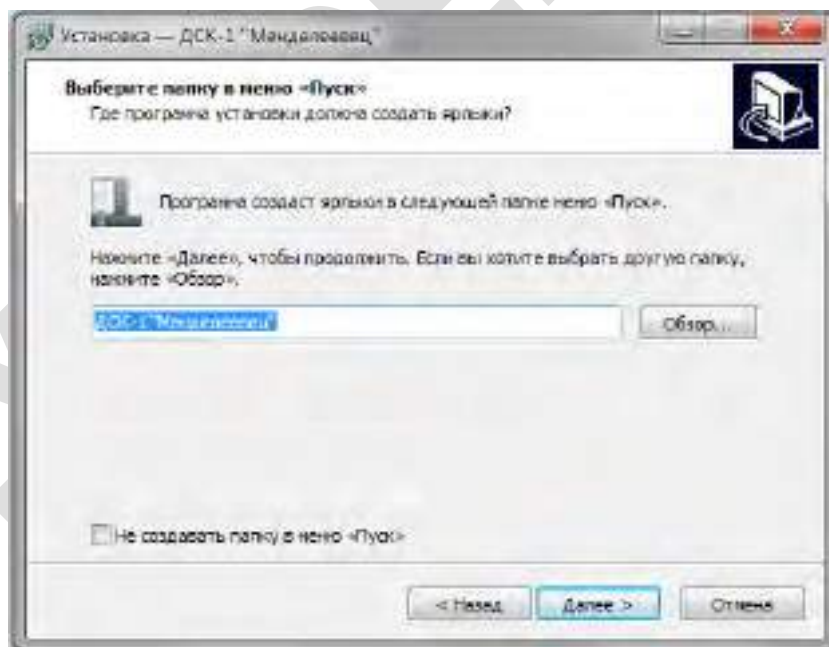

Рисунок 8 – Окно выбора папки в меню «Пуск»
3.3.3 Выбрать папку в меню «Пуск» или оставить по умолчанию (рисунок 8). Если создание папки в меню «Пуск» не требуется, установить отметку в соответствующем поле. Нажать кнопку «Далее».